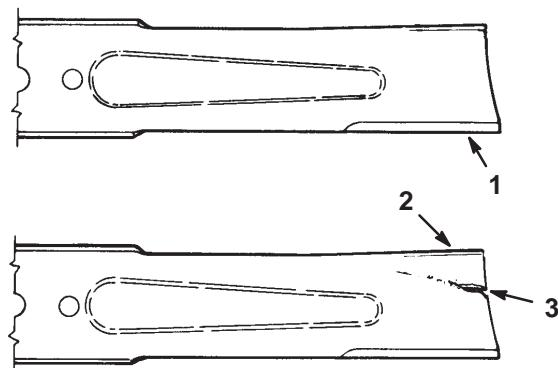

Bild 32
1. Untersuchen Sie die Schnittkanten (Bild 32). Entfernen und schärfen Sie die Messer, wenn die Kanten nicht scharf sind oder Auskerbungen aufweisen. Siehe Schärfen der Messer, Seite 34.
2. Untersuchen Sie die Schnittmesser, insbesondere den gebogenen Bereich (Bild 32). Montieren Sie, wenn Sie Schäden, Verschleiß oder Rillenbildung in diesem Bereich feststellen (Teil 3, Bild 32), sofort ein neues Schnittmesser.